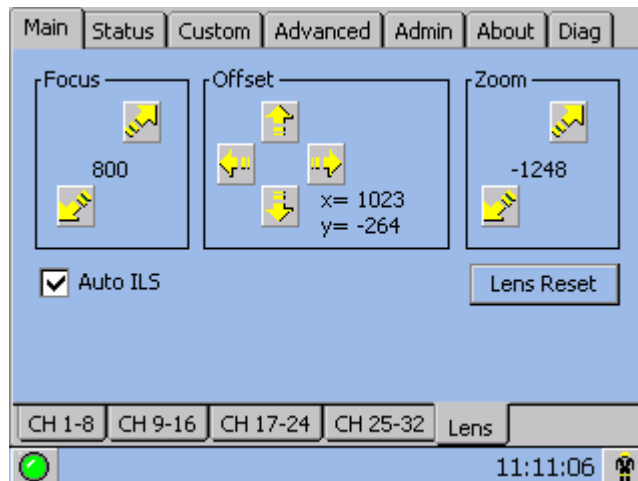

Figura 2-34 Sistema obiettivo intelligente
2. Usando un modello di verifica del fotogramma DC2K (preferibilmente DC2K Framing.tga), regolare l'**Offset** facendo clic sui pulsanti direzionali del menu **Main: Lens** (Principale: obiettivo) (**Figura 2-34**), fino a visualizzare un'immagine regolare sullo schermo. **NOTAS: 1)** È inoltre possibile mantenere un movimento continuo tenendo premuti i pulsanti. **2)** Se la posizione del proiettore presenta uno scostamento rispetto al centro dello schermo, applicare un offset, anziché puntare il proiettore verso il centro dell'immagine, per ridurre al minimo la deformazione trapezoidale e ottenere prestazioni ottiche ottimali. **3)** Per ottenere risultati ottimali, evitare inclinazioni oppure offset eccessivi. In un pattern di prova bianco, un effetto vignettatura agli angoli indica un offset eccessivo che può essere evitato usando l'allineamento meccanico.